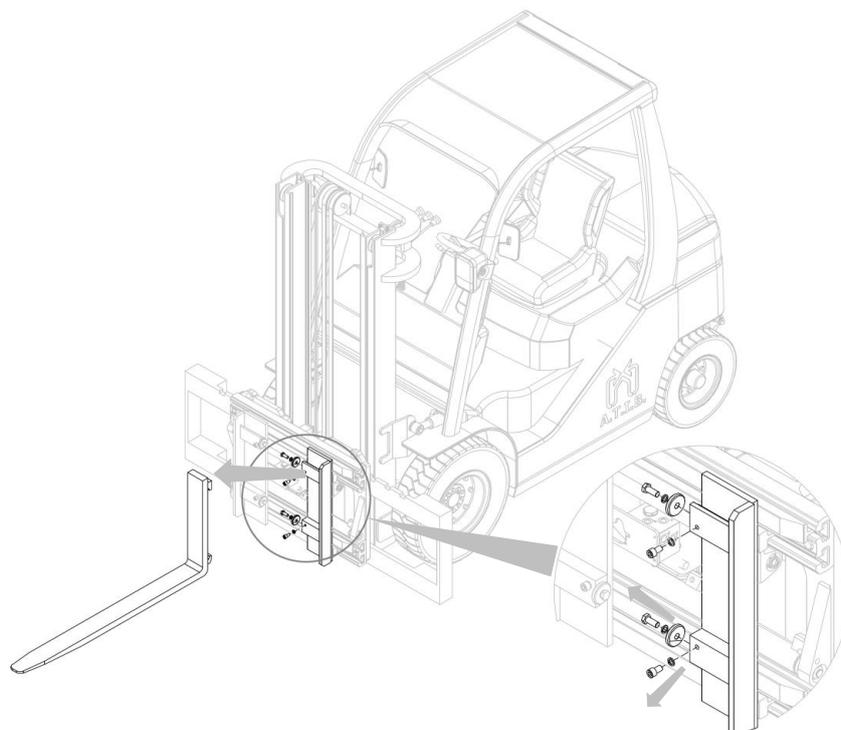

Abbildung 23
2. Entfernen Sie nacheinander die Gabelzinken, nachdem Sie die Gabelarretierungen abgeschraubt haben (siehe *Abbildung 23*).